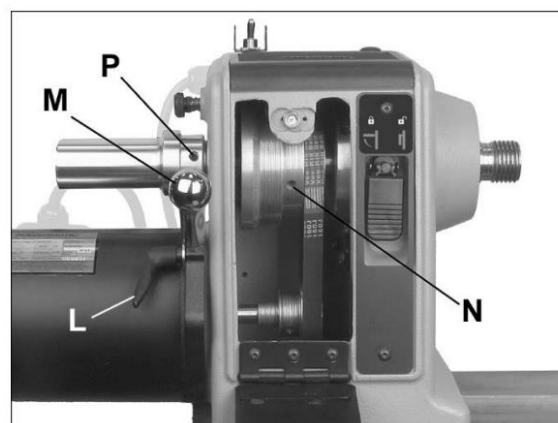

Рисунок 8-9: выравнивание шкива/ремня
3. Ослабьте фиксатор (L, Рисунок 8-9) и поднимите рукоятку натяжения (М, Рисунок 8-9), чтобы поднять
двигатель. Затяните фиксатор (L, Рисунок 8-9), чтобы зафиксировать двигатель в поднятом положении.
5. Ослабьте фиксатор (L, Рисунок 8-9) и опустите двигатель, чтобы натянуть ремень. Убедитесь, что ручки поликлинового ремня точно расположились в канавках шкива. Не перетягивайте ремень. Чтобы предотвратить проскальзывание ремня, достаточно слегка опустить рукоятку натяжения (M).
6. Затяните фиксатор двигателя (L).
взаимное расположение необходимо снова отрегулировать. Для этого при помощи шестигранного ключа ослабьте два установочных винта на шкиве шпинделя (один из них N, Рис. 8-9) и передвиньте шкив в нужное положение. Затяните установочные винты.
2. Ослабьте фиксатор (L, Рис. 8-9) и поднимите рукоятку (M), чтобы приподнять двигатель.
3. Затяните фиксатор (L), чтобы заблокировать двигатель в этом положении. Снимите ремень с нижнего шкива.
4. При помощи шестигранного ключа на 3 мм ослабьте два установочных винта на маховике (P, Рис. 8-9) и снимите его со шпинделя. (ПРИМЕЧАНИЕ: Левая резьба; чтобы ослабить, вращайте по часовой стрелке).
6. При замене шкива шпинделя, ослабьте два установочных винта (N, Рис. 8-9), и сдвиньте шкив со шпинделя. Установите новый шкив, слегка затянув два установочных винта. Убедитесь, что шкив расположен правильно.
9. Установите на место маховик и затяните установочные винты (P, рисунок 8-9).
10. Выровняйте новый шкив (см. раздел 8.9), затем плотно затяните на нем два установочных винта (N, Рис. 8-9).
11. Ослабьте фиксатор двигателя (L) и дайте ему опуститься. Не перетягивайте ремень. Чтобы предотвратить проскальзывание ремня, достаточно слегка опустить рукоятку натяжения (M).
12. Затяните фиксатор (L).